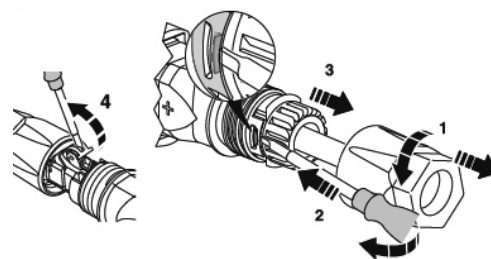

Abbildung 37
3.1 Kabel lösen (Abbildung 37)
- 2 Führen Sie den Schraubendreher ein, wie in Abbildung 37 gezeigt.